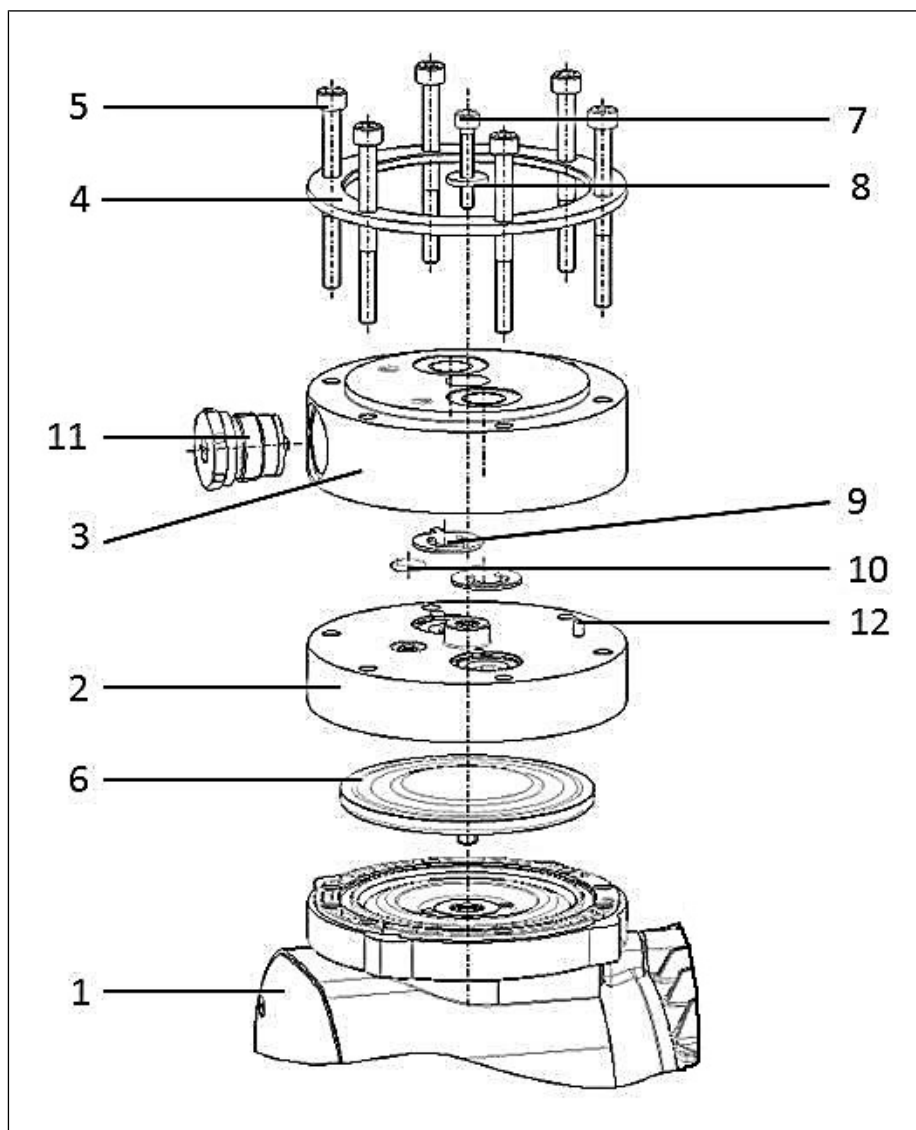

Fig.13 Elementi pompa N922FT.29E EX
\*\*Come da capitolo Fig. 13
**i** I numeri di posizione nelle seguenti disposizioni operative fanno riferimento agli Fig. 13.